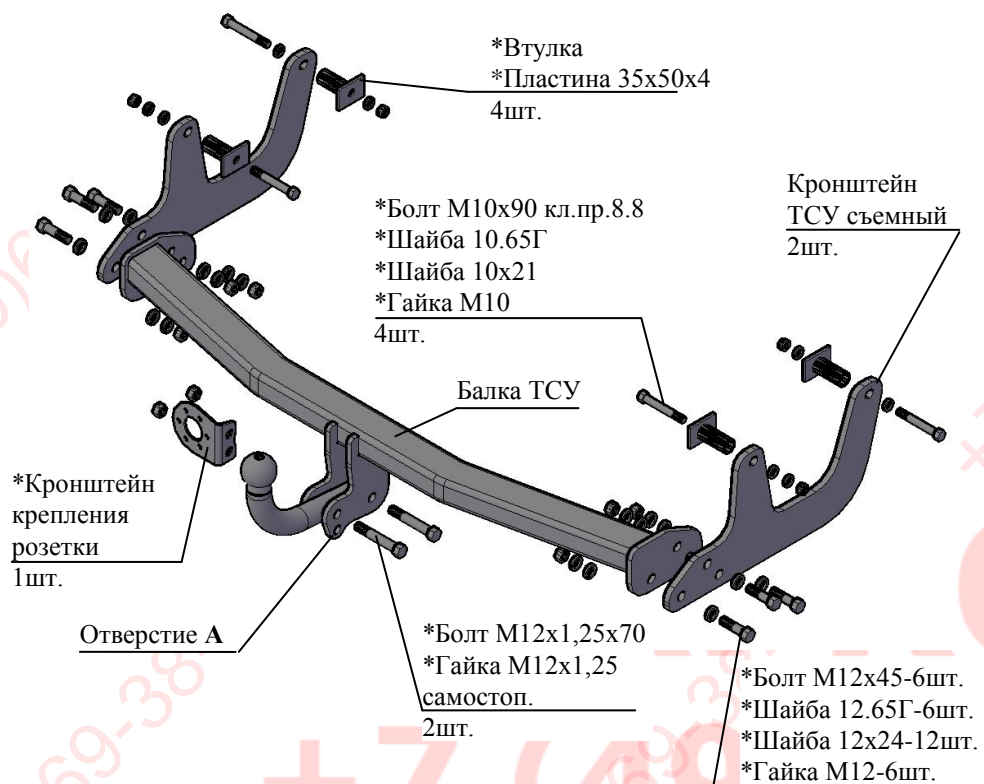

Рис.1 Тягово-сцепное устройство 9030
2.1 ТСУ 9030 в сборе (рис.1)	1 шт.
2.2 Пакет с комплектующими (см. рис.1)	1 шт.
4.2 Закрепить съемные кронштейны ТСУ к наружным полкам лонжеронов а/м болтами М10х90 (кл.пр.8.8), соблюдая положение болтов в соответствии с рис.1. Внутри лонжеронов установить дистанционные втулки. Шайбы 10x21 устанавливать под головки болтов и под гайки со стороны съемных кронштейнов ТСУ. Пластины 35x50x4 установить соответственно рис.1. Крепеж не затягивать.